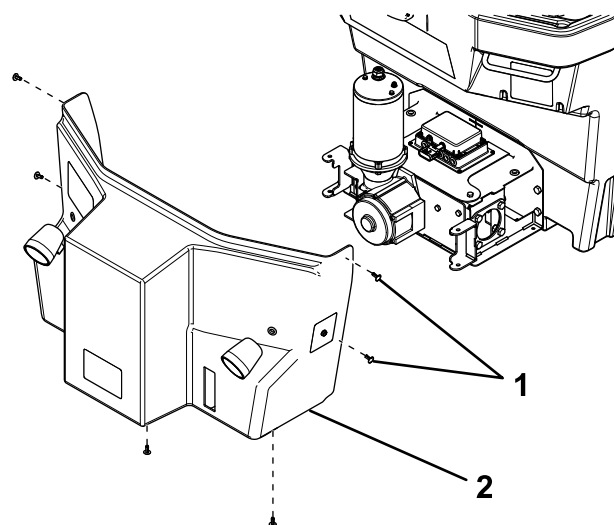

Bild 1
- Entfernen Sie die Kunststoffclips, mit denen die hintere Abdeckung am Füllkasten befestigt ist (Bild 1).